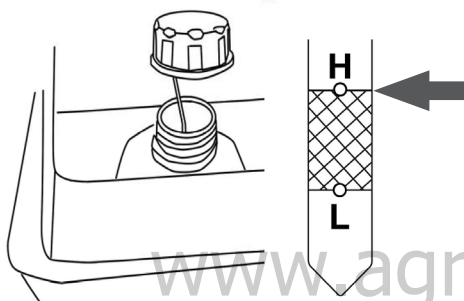

Рис. 23. Проверка уровня масла по щупу верхней маслозаливной горловины
- Открутите крышку-щуп верхней маслозаливной горловины и извлеките щуп (Рис. 23).